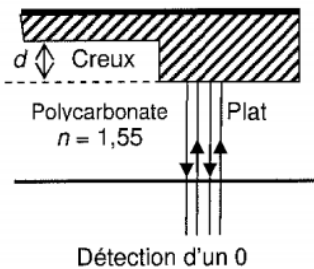

Figure 1
Le faisceau lumineux, constitué d'une lumière monochromatique de longueur d'onde λ0 dans le vide est émis par la diode LASER. Il traverse une couche protectrice transparente en polycarbonate dont l'indice est n = 1,55, puis il est réfléchi par le disque et détecté par la photodiode. Lors de la détection d'un 0, le faisceau est entièrement réfléchi par un plat ou par un creux (figure 1 ci-dessous). Tous les rayons composant le faisceau ont donc parcouru un même trajet. Lors de la détection d'un 1, le faisceau laser passe d'un plat à un creux ou inversement (figure 2 ci-dessous). Une partie du faisceau est alors réfléchi par le plat et l'autre partie par le creux. Tous les rayons composant le faisceau n'ont donc pas parcouru le même trajet.
3. Dans quel cas le capteur reçoit-il plus de lumière (Figure 1 ou Figure 2) ? Justifier la réponse.